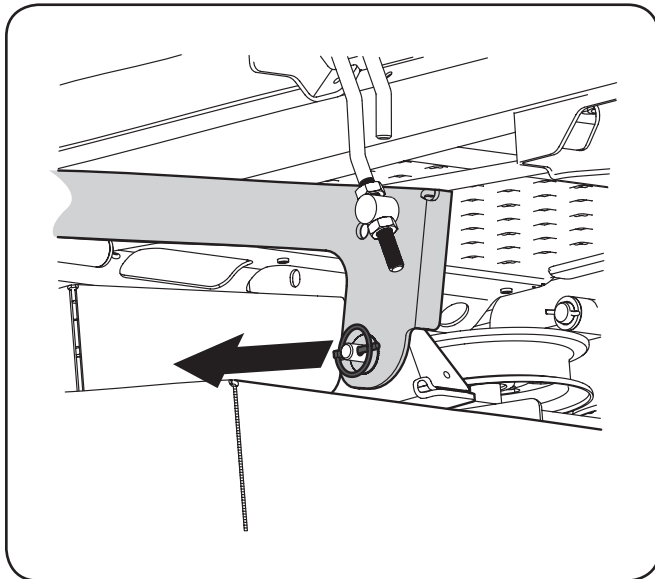

Figura 7-6
- Ubique los pasadores de liberación de la plataforma izquierdo y derecho a cada lado de la plataforma. Tire de los pasadores de liberación hacia afuera y suelte la plataforma de los brazos de elevación derecho e izquierdo de la plataforma. Vea la Figura 7-6.
- Tire de los pasadores de liberación de la plataforma hacia afuera y ubique la plataforma según sea necesario para alinear los orificios de los brazos de elevación de la plataforma con los pasadores. Consulte la Figura 7-6.